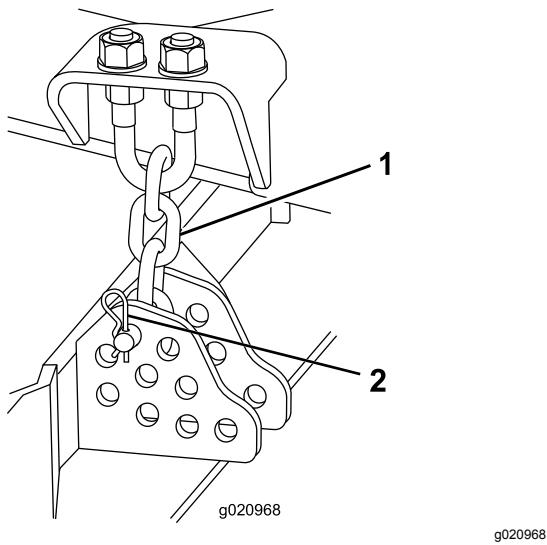

Figure 19
10. Enlevez la goupille fendue et l'axe de chape qui fixent les chaînes de hauteur de coupe à l'arrière du plateau (Figure 19).